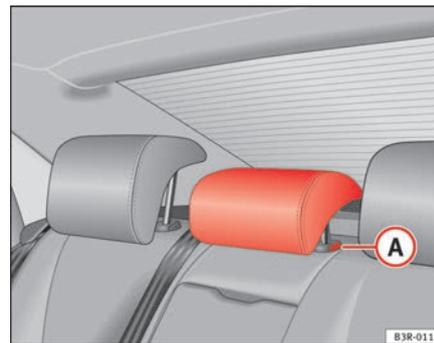

Fig. 112 Lugar central do banco traseiro: Apoios de cabeça
- Prima o botão **A** ⇒ fig. 112 e desça o apoio de cabeça.
- Prima o botão **A** ⇒ fig. 112 e, ao mesmo tempo, retire o apoio de cabeça. ►